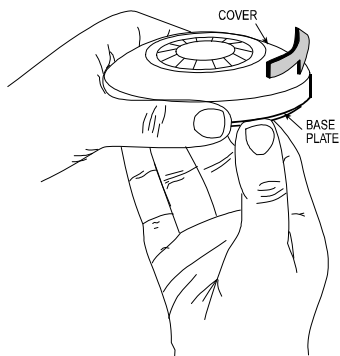

图 2. 将前盖同底板分开
- A. 如图2所示，一手托住底板，另一支手逆时针旋转前盖，将前盖放置妥当。